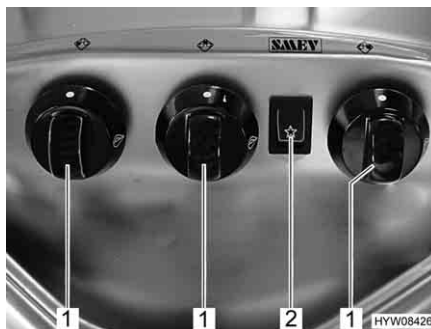

Fig. 152 Elementi di comando (fornello a gas)
- Ruotare il pomello girevole (Fig. 152,1) dell'impianto a fiamma libera desiderato in posizione accesa (fiamma alta).
- Premere l'interruttore a bilico (Fig. 152,2). Sul bruciatore vengono prodotte scintille.